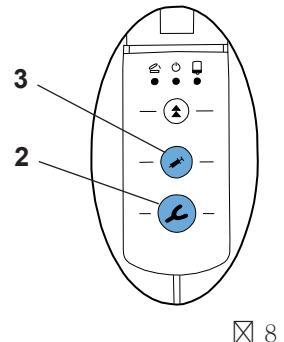

図 8
- あらかじめプログラムが選択されていない状態で、トレー用(2、図8)またはディスペンサー用(3、図8)スタートキーが押されると、装置は自動的にプログラム^(ST)が有効化されます。^(ST)キーの横にあるLEDランプが点灯します。